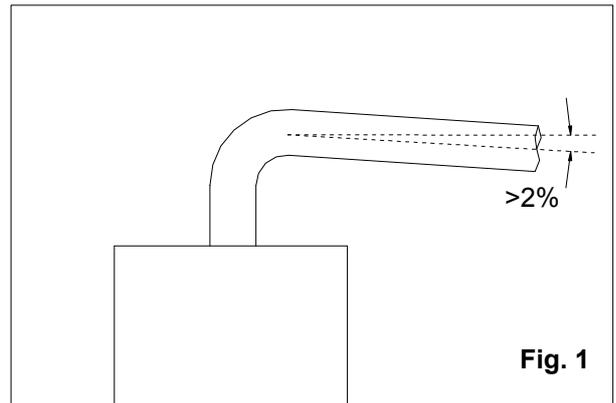

Fig. 1
- c. svitare le viti e rimuovere il piastrino A (vedi fig. 1).
**⚠** Al fine di garantire la funzionalità e l'efficienza dell'apparecchio si deve prevedere per i canali d'aspirazione e scarico, per i tratti orizzontali, una pendenza minima del 2% verso il basso dall'apparecchio verso l'esterno (fig. 1).
Per questo tipo di caldaia sono disponibili le seguenti configurazioni di scarico dei fumi: C12, C32, C42, C52, C62, C82 (vedi Fig. 1).